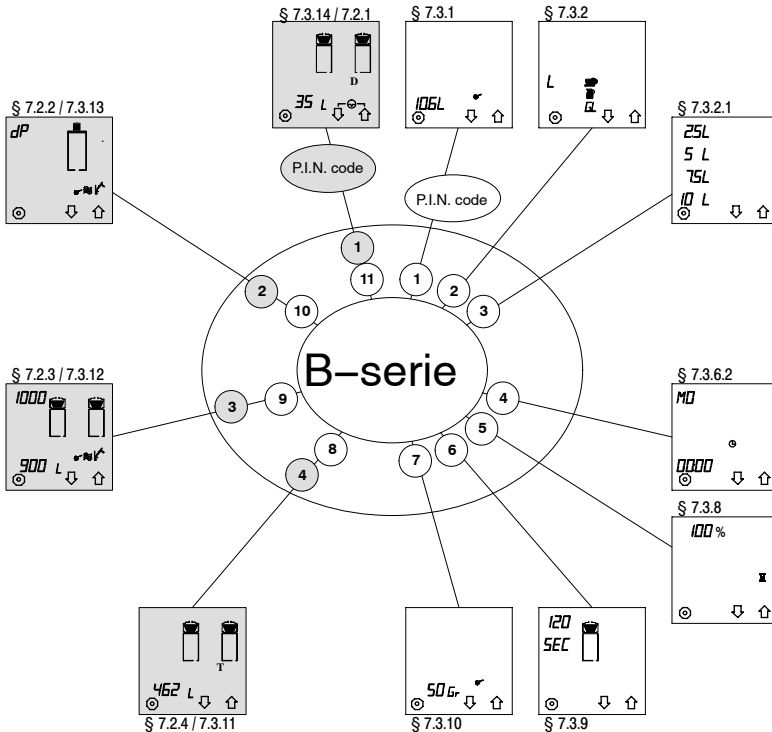

Fig. 10 Carrusel del menú de programación
- Introduzca el código PIN de usuario. El programa comienza en el carrusel (fig. 10) del menú del usuario con el § 7.2.1, "**contador de día del sistema de preparación del café**".
- Aprieta la tecla de selección (M.)↓ para avanzar en sentido contrario al de las agujas del reloj hasta el siguiente ajuste (§ 7.2.2). El carrusel da una vuelta completa si se pulsa varias veces la tecla de selección, vea fig. 10.
- Los ajustes son descritos en el orden del carrusel, **contrario al de las** agujas del reloj (vea fig. 10).